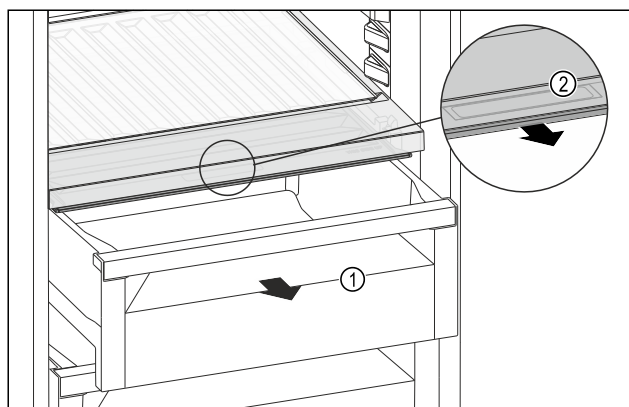

Fig. 103
- Извлеките выдвижной ящик Fig. 103 (1).
- Возьмитесь за утопленную ручку Fig. 103 (2) на крышке отделения и одновременно потяните крышку отделения вперед.